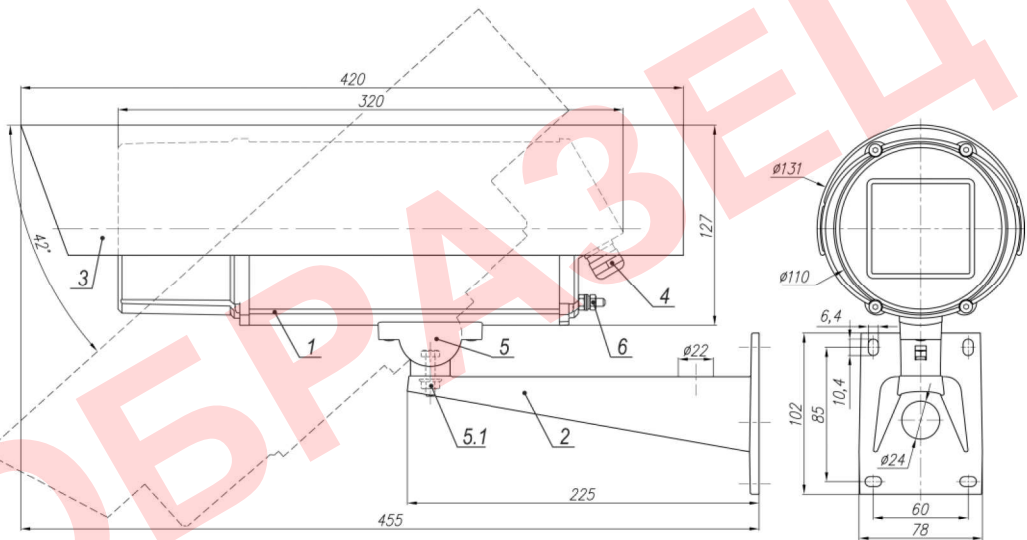

Рисунок 1 – Габаритные и установочные размеры
В состав изделия входят (см. рисунок 1):
6. Установить кронштейн 2 (рисунок 1) на штатное место, закрепить на нём видеокамеру 1.
7. Заземлить термокожух с помощью клеммы заземления 6 (рисунок 1).
8. Ослабив гайку болта фиксации шарнира 5.1 (рисунок 1), установить видеокамеру на нужное направление обзора, после чего надёжно зафиксировать шарнир затянув гайку.